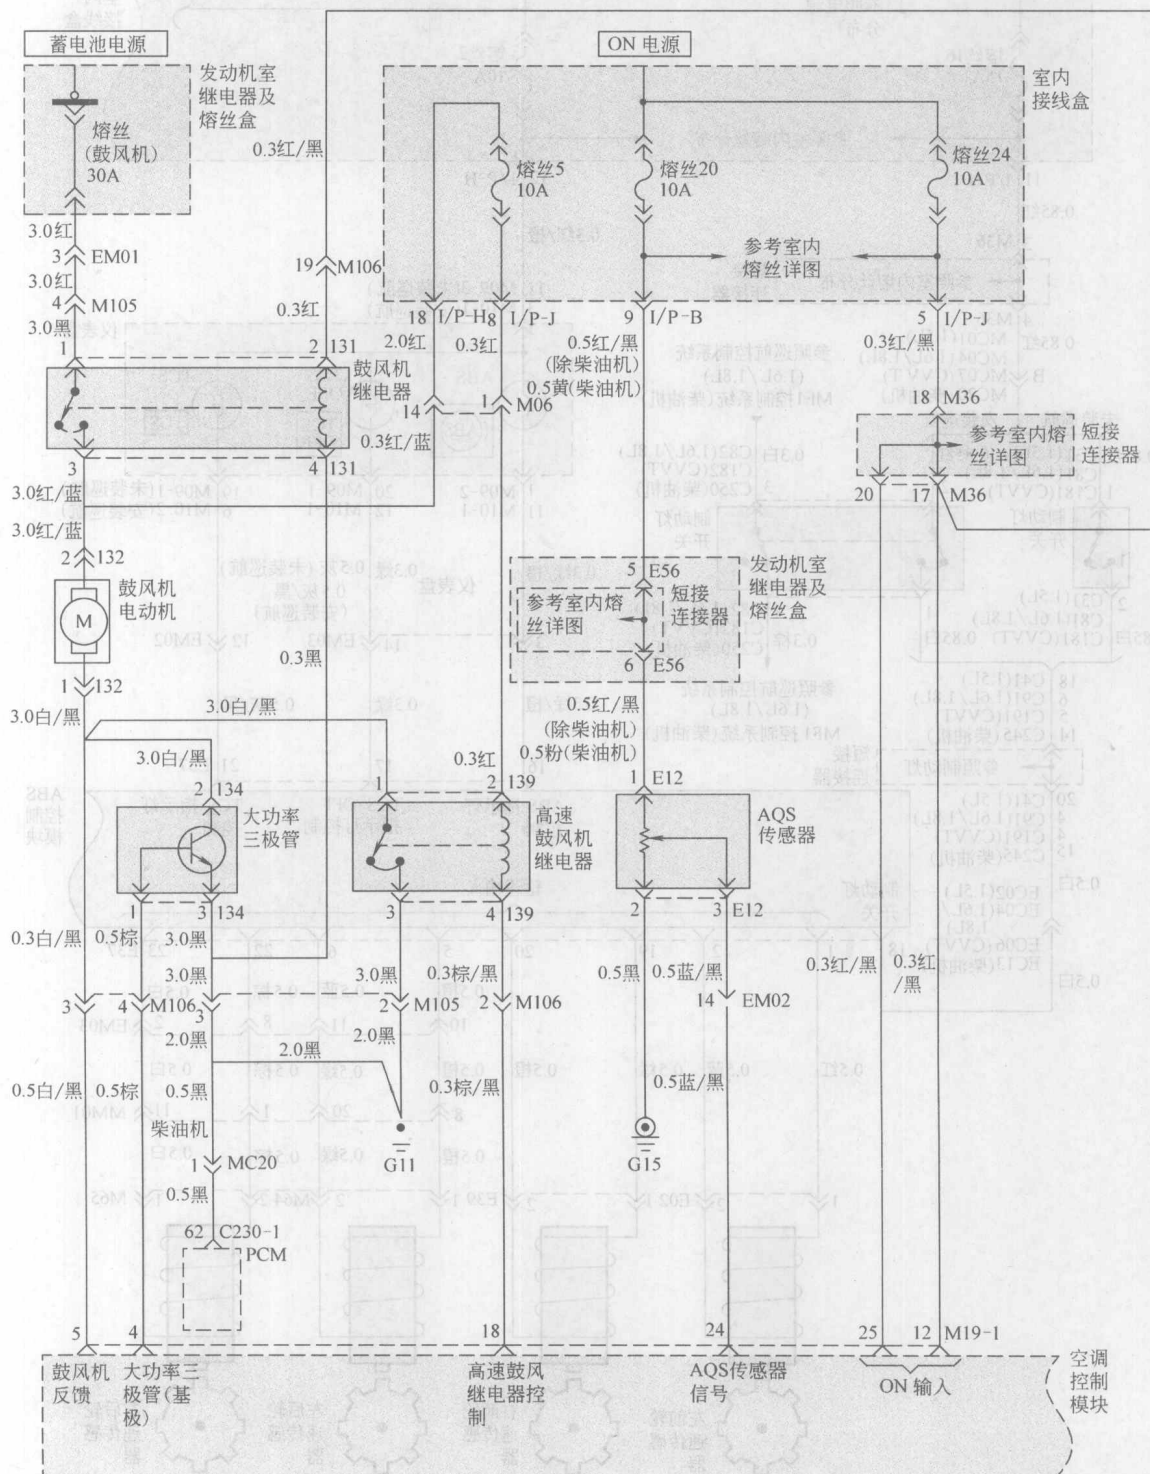

图 1-3-1 空调系统电路图 (一)
(1) 空调系统电路图见图 1-3-1 ~ 图 1-3-3。